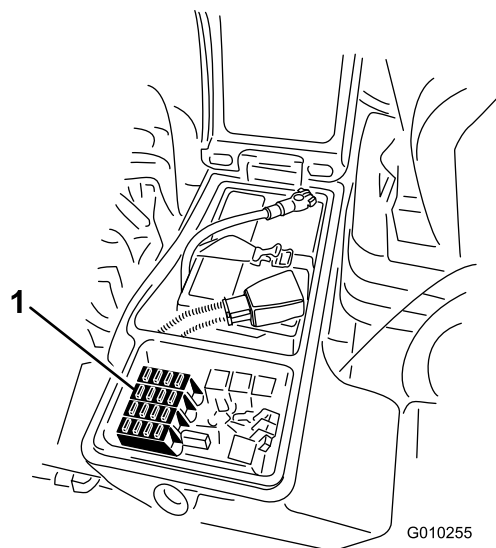
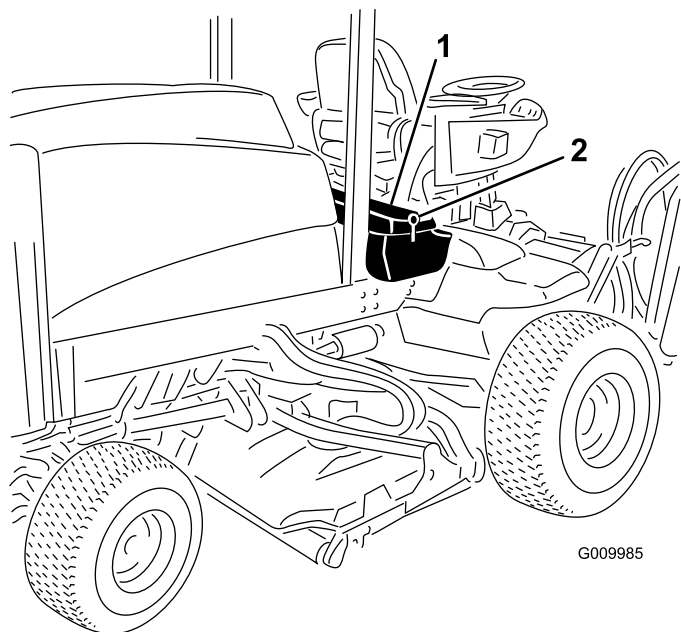

Figura 101
Figura 100
1. Slăbii elementul de fixare pentru capacul cutiei de depozitare din dreapta i ridicai capacul (Figura 100).
3. Închideți capacul cutiei de depozitare din dreapta și fixați capacul cu elementul de fixare (Figura 100).
1. Slăbiți elementul de fixare pentru capacul cutiei de depozitare din dreapta și ridicați capacul (Figura 100) pentru a avea acces la blocul cu sigurană (Figura 101).
2. Înlocuiți siguranța (siguranele) arsă (arse) după cum este necesar (Figura 101).